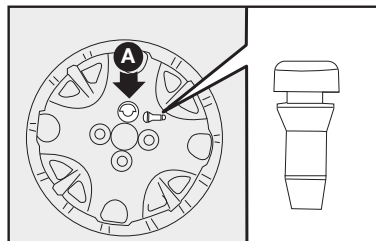

fig. 21
8) Coloque a presión la taza de la rueda en la llanta, haciendo coincidir el símbolo **Y**, grabado en el interior de la taza, con la válvula de inflado; de esta forma, el orificio más grande de la taza **A**-fig. 21 pasará a través del tornillo colocado anteriormente.